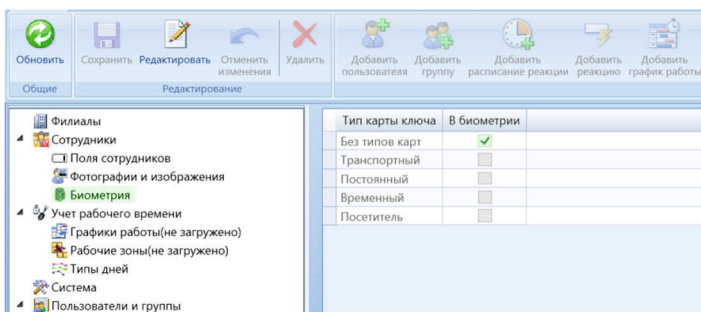

Рис. 15. Настройка распознавания без использования типов карт сотрудников
2. В разделе «Биометрия» через кнопку «Редактировать» поставьте флажок напротив «Без типов карт», если на вашем объекте нет разделения типов карт сотрудников, то выберите нужный тип ключа который будет использоваться для биометрии (рис. 15). Если вы используете один ключ для сотрудника (без типа карт), то в настройках биометрии
6. Если сотруднику не присвоен ключ, то нажмите кнопку «Сгенерировать». Проверьте, чтоб в поле «Тип карты» был указан ключ, который был выбран для использования биометрии (см. рис.15).